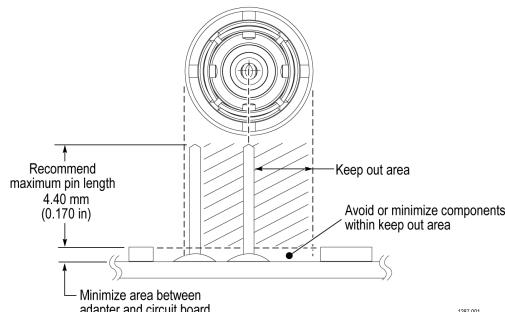

图20: 适配器间隙要求
焊接引脚可安装到电路板的表面安装组件，但应保留足够的间隙，以便为适配器提供良好的电气连接。图20: 适配器间隙要求 on page 43
3. 如有必要，请使用少量的粘合剂进一步增强与电路板的连接。但是，请保持最低的粘合剂高度，以便为适配器提供良好的电气接触。图 20: 适配器间隙要求 on page 43